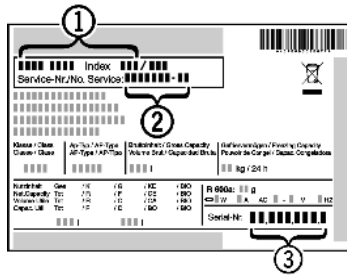

Fig. 61
- ▶ Считать обозначение устройства Fig. 61 (1), сервисный номер Fig. 61 (2) и серийный номер Fig. 61 (3) с заводской таблички. Заводская табличка находится внутри устройства слева.